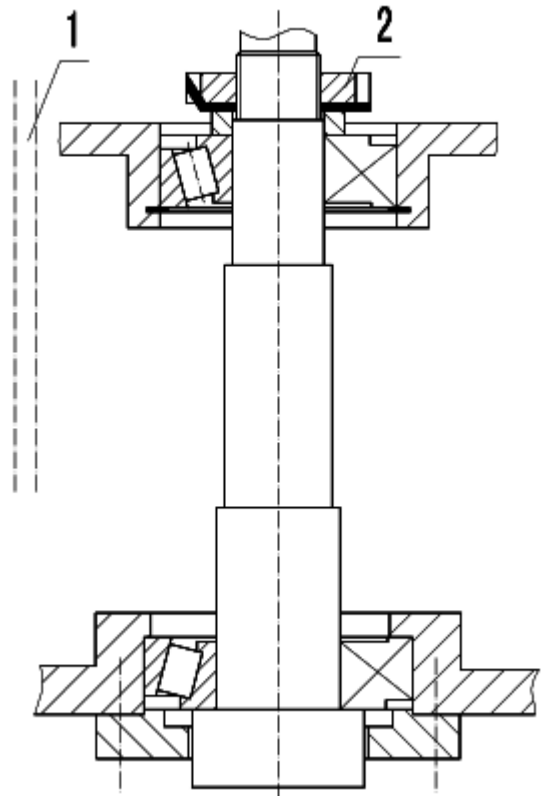

Рис.10
Сначала снимите крышку (1, рис.10) с правой стороны колонны. Прежде всего, отогните зубья плоской стопорной шайбы под круглой гайкой, отрегулируйте круглую гайку (2), сделайте надлежащий люфт шпинделя, затем загните зубья стопорной шайбы, установите крышку (1).